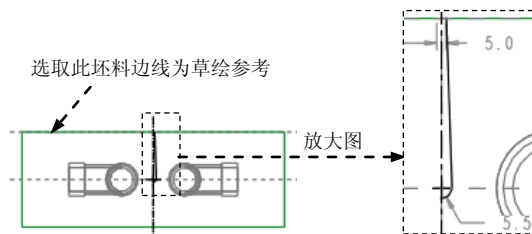

图 15.7 截面草图
(1) 定义草绘截面放置属性。右击，从快捷菜单中选择 **定义内部草绘...** 命令。草绘平面为 MOLD_FRONT 基准平面，草绘平面的参考平面为 MOLD_RIGHT 基准平面，草绘平面的参考方位为 **右**。单击 **草绘** 按钮，系统至此进入截面草绘环境。
(2) 进入截面草绘环境后，选取图 15.7 所示的坯料边线为草绘参考，绘制图 15.7 所示的截面草图。完成特征截面的绘制后，单击“草绘”操控板中的“确定”按钮 。
(3) 特征属性。旋转角度类型为 ，旋转角度为 360。
(4) 单击操控板中的  按钮，完成特征的创建。